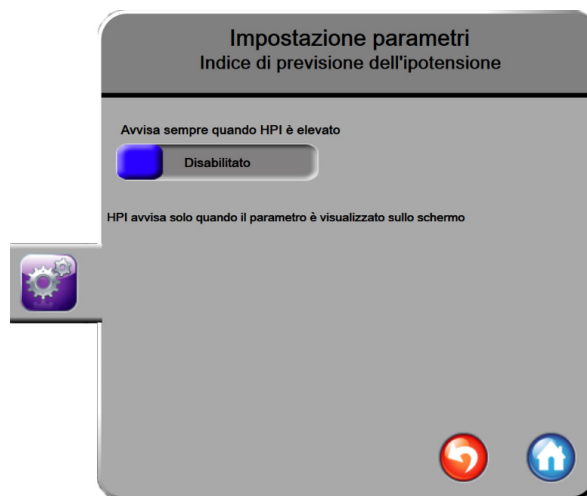

Figura 12-4 Impostazione parametri - Pulsante di commutazione della barra informazioni HPI
- 5 Per passare all'opzione **Disattivato**, toccare il pulsante di commutazione **Avvisa sempre quando HPI è elevato**. Vedere la figura 12-4.